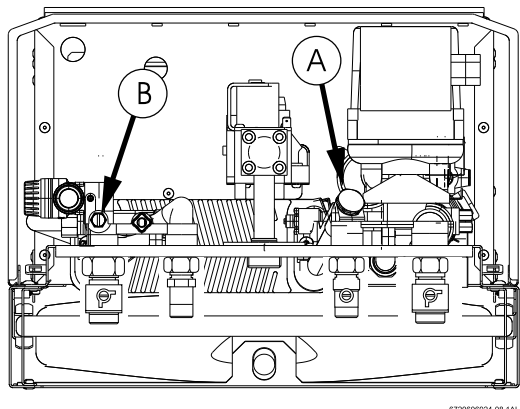

Fig. 31
- ▶ Desapertar o tampão (Fig. 31, Pos. A).
- ▶ Desaparafusar o parafuso de purga (Fig. 31, Pos. B).